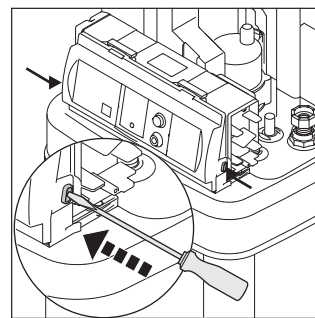

Figura 4-21 Sbloccaggio del pannello anteriore.
- Sbloccare il pannello frontale ed estrarlo tirandolo in avanti (figura 4-21).